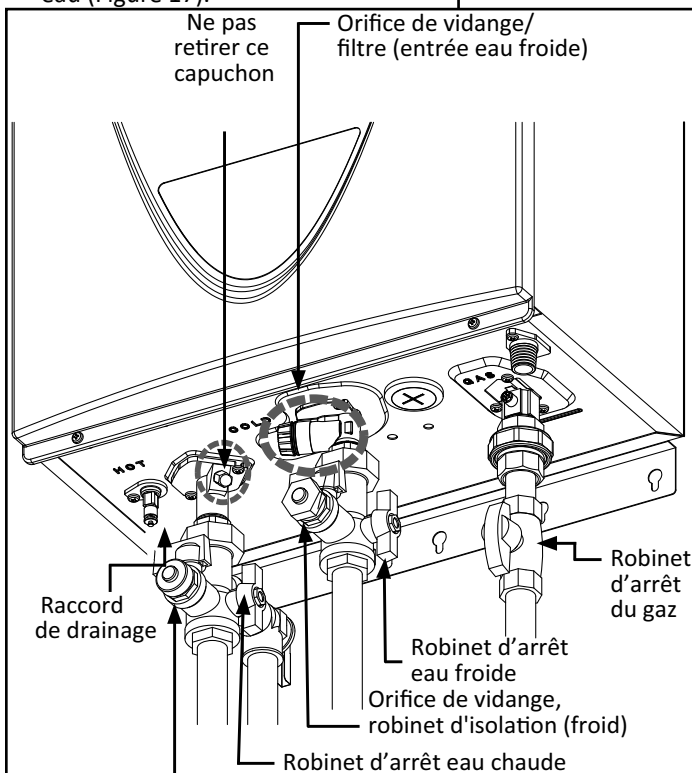

Figure 17 Bouchons de vidange
4. Fermez le robinet d'arrêt manuel de la conduite d'alimentation en eau (Figure 17).
- 6.1 Placez un seau sous chaque orifice de vidange des vannes d'isolation. Il y en a deux: l'un sur la conduite COLD et l'autre sur la conduite HOT. Voir Figure 17.
vidange pour récupérer l'eau qui s'en écoule (Figure 17). Vous pouvez également drainer l'eau vers l'extérieur du bâtiment.
8. Ouvrez l'orifice de vidange en faisant tourner la vanne dans le sens antihoraire sur deux tours. L'orifice de vidange est illustré à l'extrême gauche de la Figure 17. Il n'est pas nécessaire de retirer le bouchon de l'orifice de vidange.